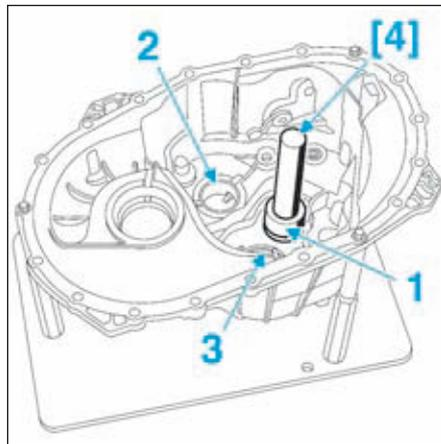

FIG.43
- les cuvettes de roulement pour l'arbre primaire et l'arbre secondaire court à l'aide de l'outil [4] en (1) et (2) (Fig.43).
- la cuvette de roulement pour l'arbre secondaire long à l'aide de l'outil [3] indice "S" (3).